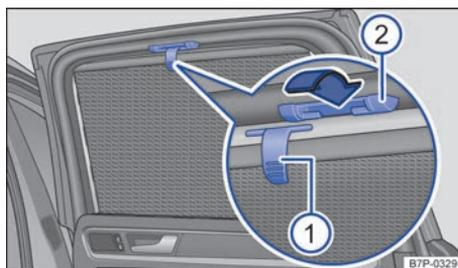

Fig. 121 En la ventanilla trasera derecha: cortinilla parasol.
- Suba la cortinilla hasta el tope tirando hacia arriba de la lengüeta → fig. 121 ①.
- Enganche las dos argollas de la barra de sujeción en las fijaciones correspondientes ②. Asegúrese de que la cortinilla esté enganchada correctamente en ambas fijaciones ②.
- Para enrollar la cortinilla, desenganche la parte superior y acompáñela hacia abajo con la mano hasta que se introduzca en su alojamiento → ①.